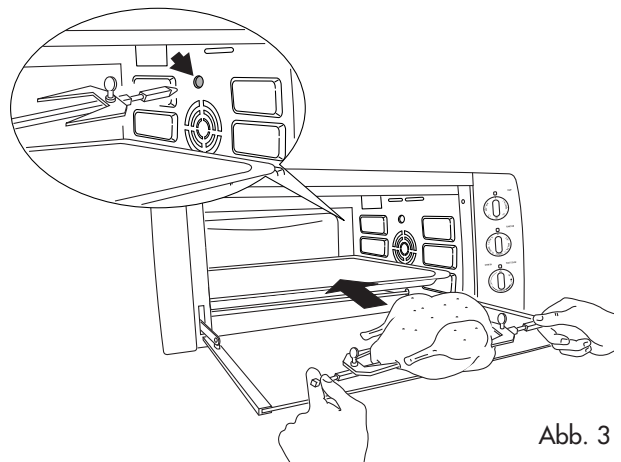

Abb. 3
- Die Fettpfanne (H) in die Führung 3 und den Spieß (I) in das entsprechende Loch (Abb. 3) einschieben.